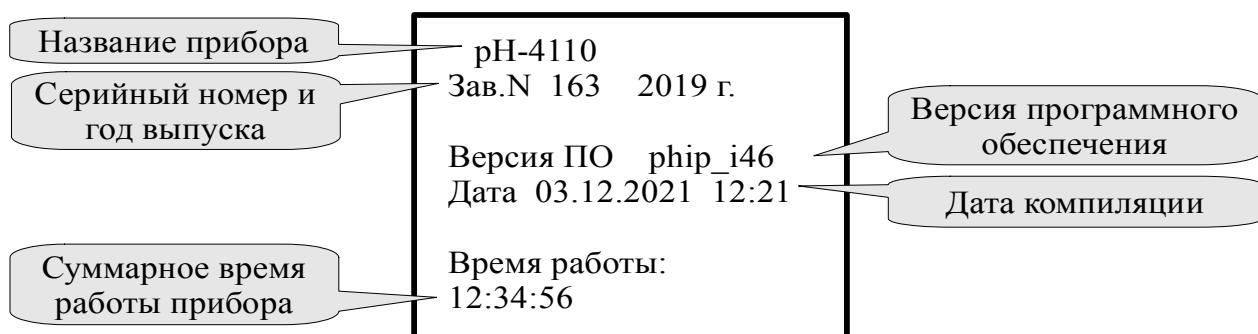

Рисунок 23 - Просмотр сведений о приборе
3.3.8.1 В этом меню (Рисунок 23) можно просмотреть название прибора, серийный номер и год выпуска, версию программного обеспечения, установленного в данном pH-метре.